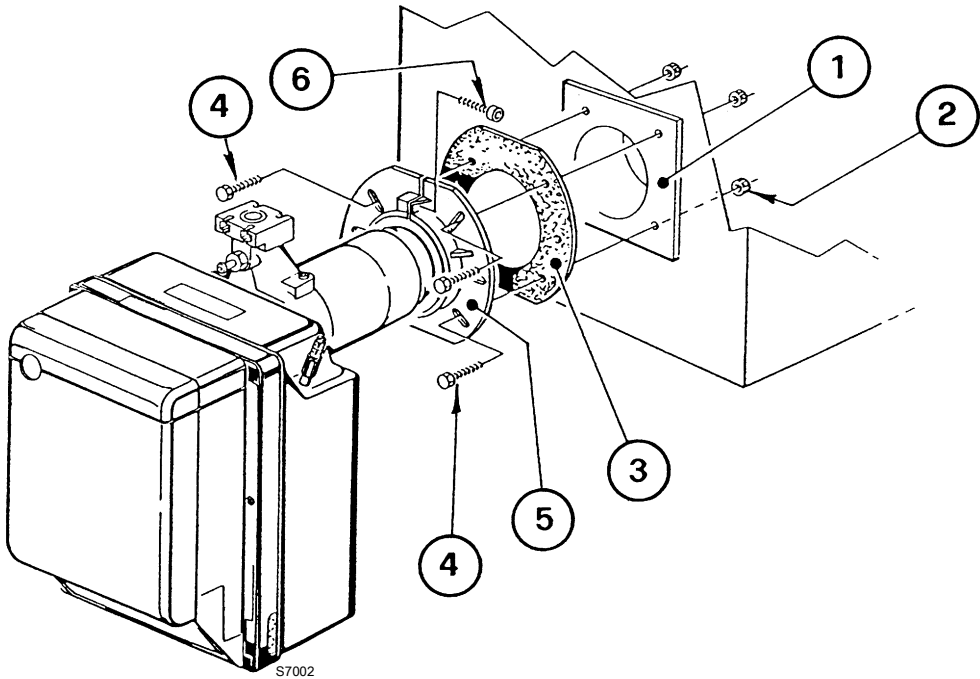

图 11
- 使用螺钉 4) 和 (必要时) 螺母 2) 将法兰 5) 固定到锅炉 1 的门上) (图 11)，之间放上隔热衬垫 3)，但上面的两个螺钉 4) 之一不要拧紧。